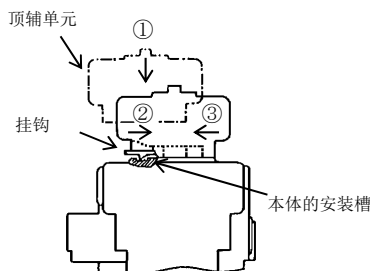

图1
(1) 顶装型（图1）
- 安装时把顶辅单元从方向①压入本体，沿方向②移动，直至挂住本体的安装槽为止。
- 拆卸时，提起挂钩，沿方向③移动。